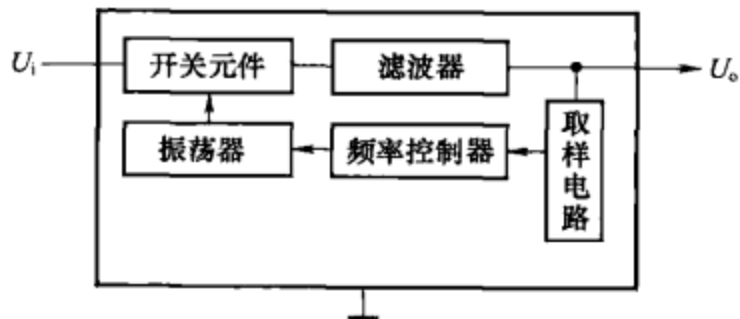

图 7-70
(4) 他激频率控制式稳压电路原理如图 7-70 所示, 开关管的导通时间固定, 取样信号通过频率控制器调节开关管的开关频率, 即改变截止时间, 以达到调节输出电压, 保持输出电压 U_o 稳定的目的。